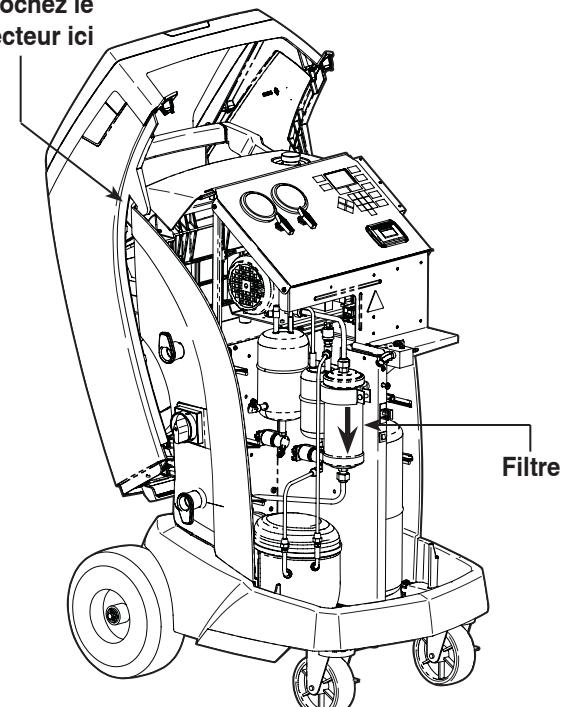

Figure 12
- Accrochez le déflecteur à l'arrière de la machine comme illustré sur la figure 12.